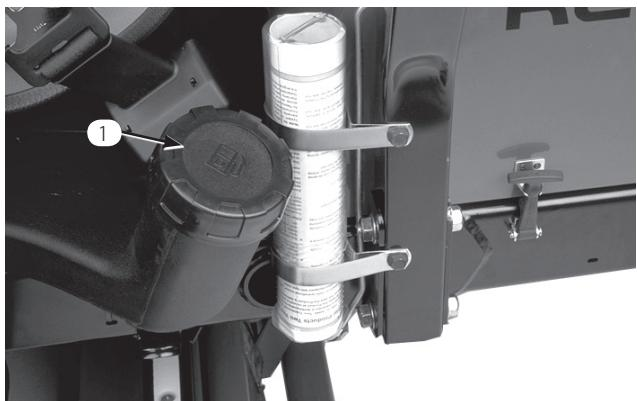

図 27
1. 燃料タンクの補給口付近をウェスできれいにぬぐう(図27)。